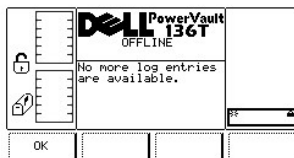

図 28. Status > Logs > Drive Log ダイアログ
- 1 OKソフトキーの下にあるボタンを押すと、ドライブパラメータが受け入れられ、ドライブログダイアログが表示されます。図 28を参照してください。